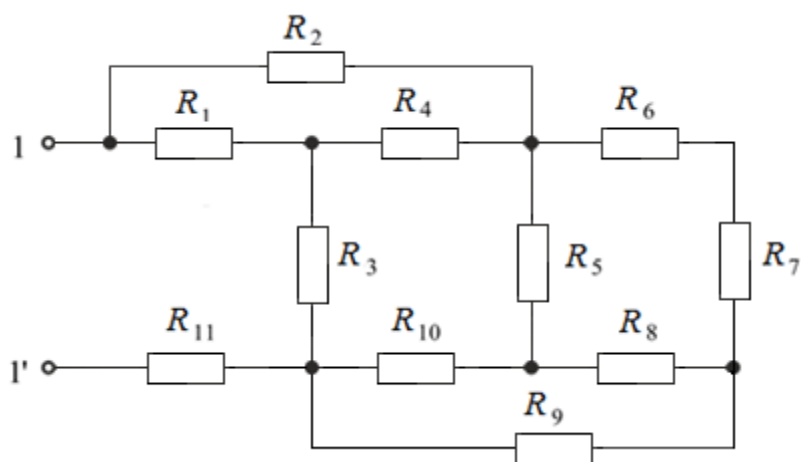

Рис. 72
5. В схеме на рис. 72 определить сопротивление схемы относительно точек $1-1'$, если $R_1 = R_3 = R_4 = 1 \text{ Ом}$; $R_2 = 3 \text{ Ом}$; $R_5 = R_6 = R_8 = R_{10} = 2 \text{ Ом}$; $R_7 = 4 \text{ Ом}$, $R_9 = 6 \text{ Ом}$, $R_{11} = 0,5 \text{ Ом}$.